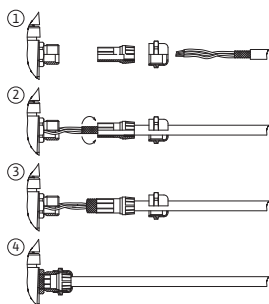

Fig. 25: Suojalevy
Suojaus yhdistetään kaapeliläpivientiin elektroniikkamoduulissa. Katso Fig. 25.
Digitaalisten tulojen, analogisten tulojen ja väyläkommunikaation kaapelit tulee suojata kaapeliläpiviennin (Fig. 19, pos. 4, 5 ja 6) metallisen kaapelin holkkitiivisteen kautta. Suojaus, katso Fig. 25.
1. Avaa pikalukot (Fig. 25) varovasti työkalulla (esim. ruuvitaltalla).